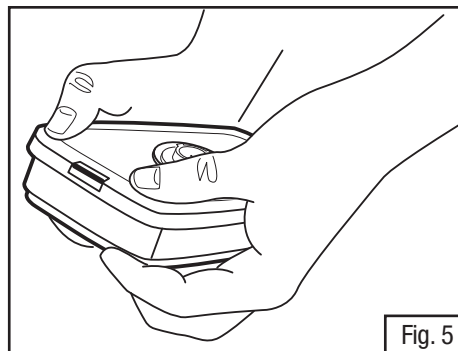

Fig. 5
2. Enfoncer l'encoche arrière de la même façon, en plaçant les pouces et les doigts de la même manière. Un dé clic se fait entendre lorsque chaque languette est enclenchée (Fig. 5).